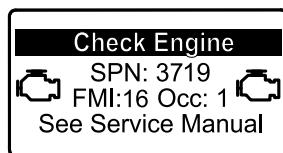

図 29
- 駐車再生が必要になると、インフォセンターにエンジン警告 SPN 3719, FMI 16 図 29 が表示され、エンジン出力が 85% にダウンします。